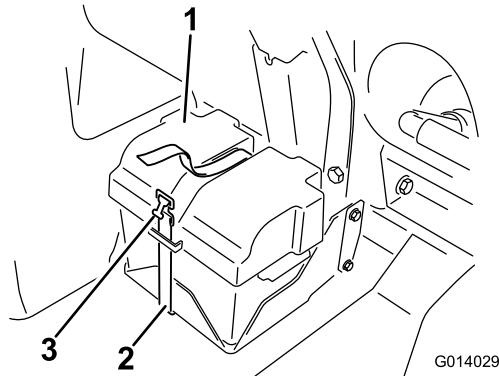

Bild 82
2. Nehmen Sie die Batterieabdeckung ab und klemmen das Minuskabel (schwarz) vom Batteriepol ab (Bild 82).
4. Montieren Sie die Batterieabdeckung und befestigen sie mit dem vorher entfernten Riemen (Bild 82).